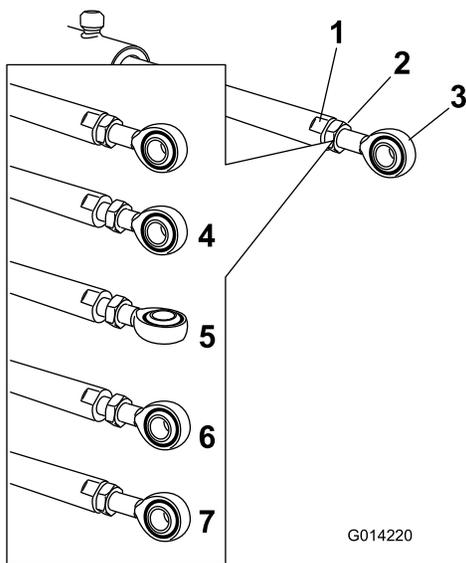

Figura 97
5. Utilizzate una chiave sui lati piatti dell'asta dell'attuatore per immobilizzarla, poi allentate il controdado per manipolare l'asta dell'occhiello (Figura 97).
6. Girate l'asta dell'occhiello nell'asta dell'attuatore per accorciare o allungare l'attuatore esteso nella posizione desiderata (Figura 97).